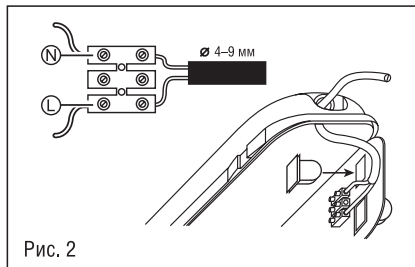

Рис. 2
- Ввести сетевые провода в корпус через гермоввод, зафиксировать его и подключить к пружинной клеммной колодке на панели, в соответствии с указанной полярностью клеммы L, N (Рис. 2).